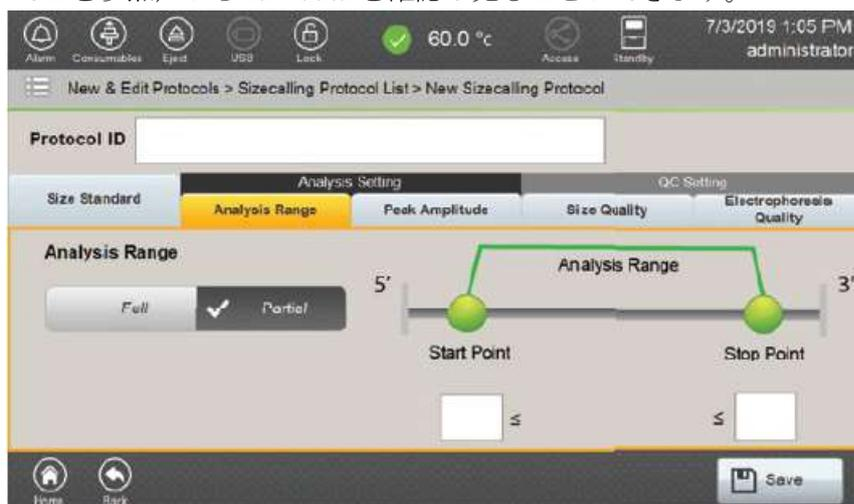

図 131 Partial Analysis Range 画面
Analysis Range	<p>ピークを検出するためにデータ処理をするには、scan number と data point の範囲を定義します。</p> <ul style="list-style-type: none"> <li>• Full：収集工程の初めから終わりまでの全範囲を解析します。(図 130) (プライマーのピークも含みます)</li> <li>• Partial：Analysis Range (図 131) のタブにある入力欄を使用して、scan number と data point で解析範囲の start と end point を設定します。ソフトウェアの Start Point と stop point に入力できる Data point の範囲は 1 から 32767 です。Start Point の数値は、常に Stop point に入力した数値より小さくしなければなりません。(図 131)</li> </ul> <p>注：指定した解析範囲外の data point は解析できません。従って、partial range を選択した場合、使用される Sizecalling Protocol の全ての size standard のピークは、選択された start point と stop point 内になければなりません。そうでない場合、size quality は Fail になります。</p>
**Partial** を選択すると、**Partial Range Analysis** を有効にできます。その時に **partial range analysis** の **Start** と **Stop** の **point** のベースの入力が求められます。(図 131) プライマーピークの後で、最初の必須 **size standard** のピーク前のポイントを **Start point** として入力し、最後の必須 **size standard fragment** の後のポイントを **Stop Point** として入力します。**Start** と **stop point** が適切か判断するために、すでに完了した **Run** の結果 (セクション 6.1 を参照) から **raw data** を確認し見ることができます。